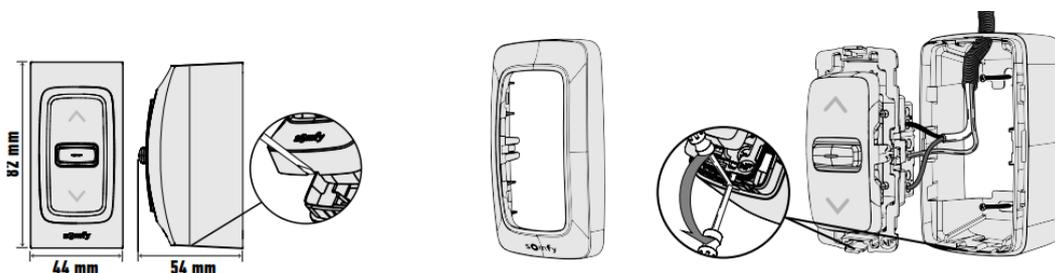

Imagen 14: despiece del INIS 80x80
1. Separar el cuerpo del embellecedor. Para ello, introducir una herramienta plana en la pestaña que se observa en imagen 14, retirando al mismo tiempo el cuerpo.